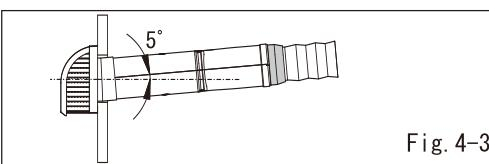

Fig. 4-3
2. The pipe will rise at about 5° when it has been inserted into Vent cap properly. (Fig. 4-3)
La buse et capuchon d'évent doivent être inclinés d'environ 5° lorsque la buse a déjà été insérée correctement. (fig. 4-3)
La Tubería y la Tapa de Ventilación se subira en unos 5° cuando la Tubería se ha introducido correctamente. (Fig. 4-3)